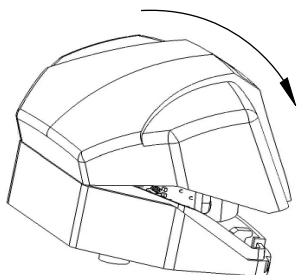

Рисунок 7
9.9 Установите на место верхнюю крышку извещателя. Для этого заведите крышку за защелку на задней стенке основания и прижмите крышку к основанию до фиксации (рисунок 7).